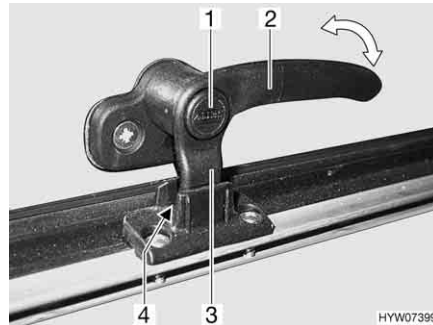

Fig. 62 Leva di serraggio (posizione "Aerazione continua")
- In posizione di "Aerazione continua" (Fig. 62)
- Premere il bottone di sicurezza (Fig. 62,1) e mantenerlo premuto.
- Ruotare la leva di serraggio (Fig. 62,3) di un quarto di giro verso il centro della finestra.
- Girare nuovamente all'indietro la leva di serraggio. Riportare contemporaneamente il nasello di chiusura (Fig. 62,3) della leva di serraggio nella rientranza della chiusura della finestra (Fig. 62,4).
- Rilasciare il bottone di sicurezza (Fig. 62,1).